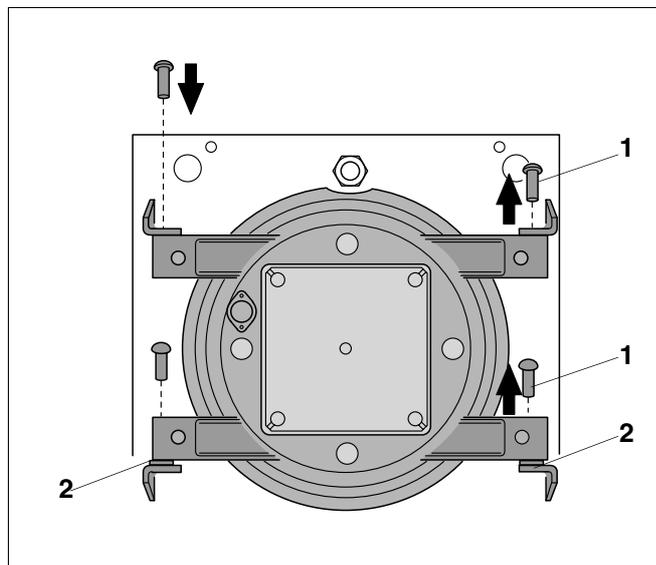

Fig. 18 Cambiare il senso d'apertura della porta
- Estrarre i perni delle cerniere dalle cerniere, premendo dal basso verso alto (fig. 18, **pos. 1**).
- Inserire le rondelle ed entrambi i perni delle cerniere sulla parte opposta (fig. 18, **pos. 2**). Verificare che la rondella sia stata inserita!